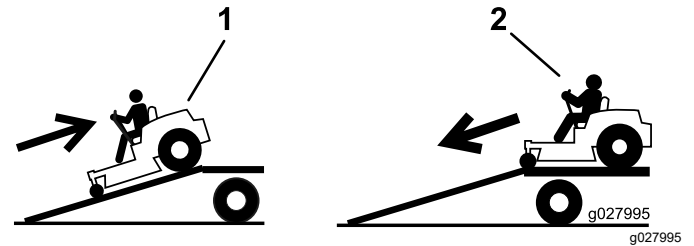

Figure 40
2. Descendez la rampe en marche avant (Figure 40).